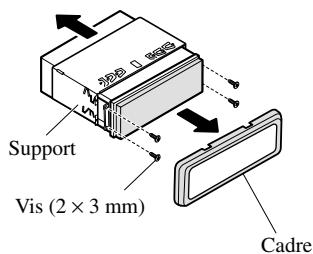

Fig. 11
- **Retirez le cadre et le support. (Fig. 11)**